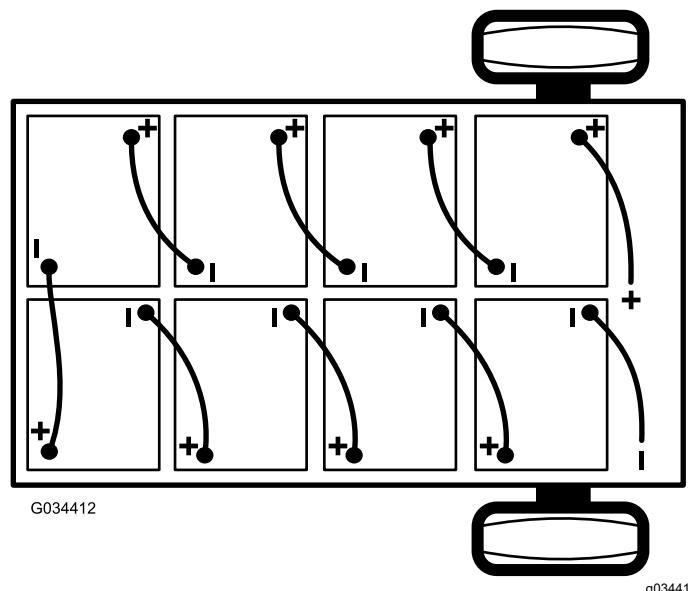

图 42
2. 断开将电池盒连接至机器接地点的主负极电池接线黑色 图 42。
3. 断开将电池盒连接至机器主接触器的主正极电池接线红色 图 42。
**注意** 安装新电池时要注意电池的极性 图 42。
6. 使用步骤 1 中卸下的电池互连线如图 42 所示将电池连接到一起。
2. 连接电池盒与机器之间的主正极电池接线红色 图 42。
3. 连接电池盒与机器之间的主负极电池接线黑色 图 42。